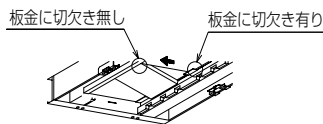

図5
- 脱臭フィルターを図5に示すように板金に切欠き無しの方に押し込み図6のように取外します。